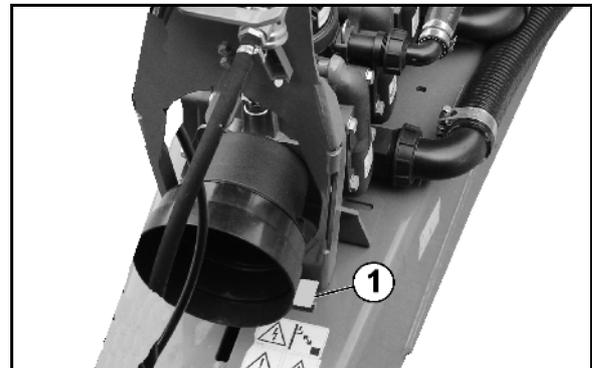

Fig. 42
- Die Markierung (Fig. 42/1) am Stützfuß ist sichtbar, wenn der Stützfuß angehoben ist.